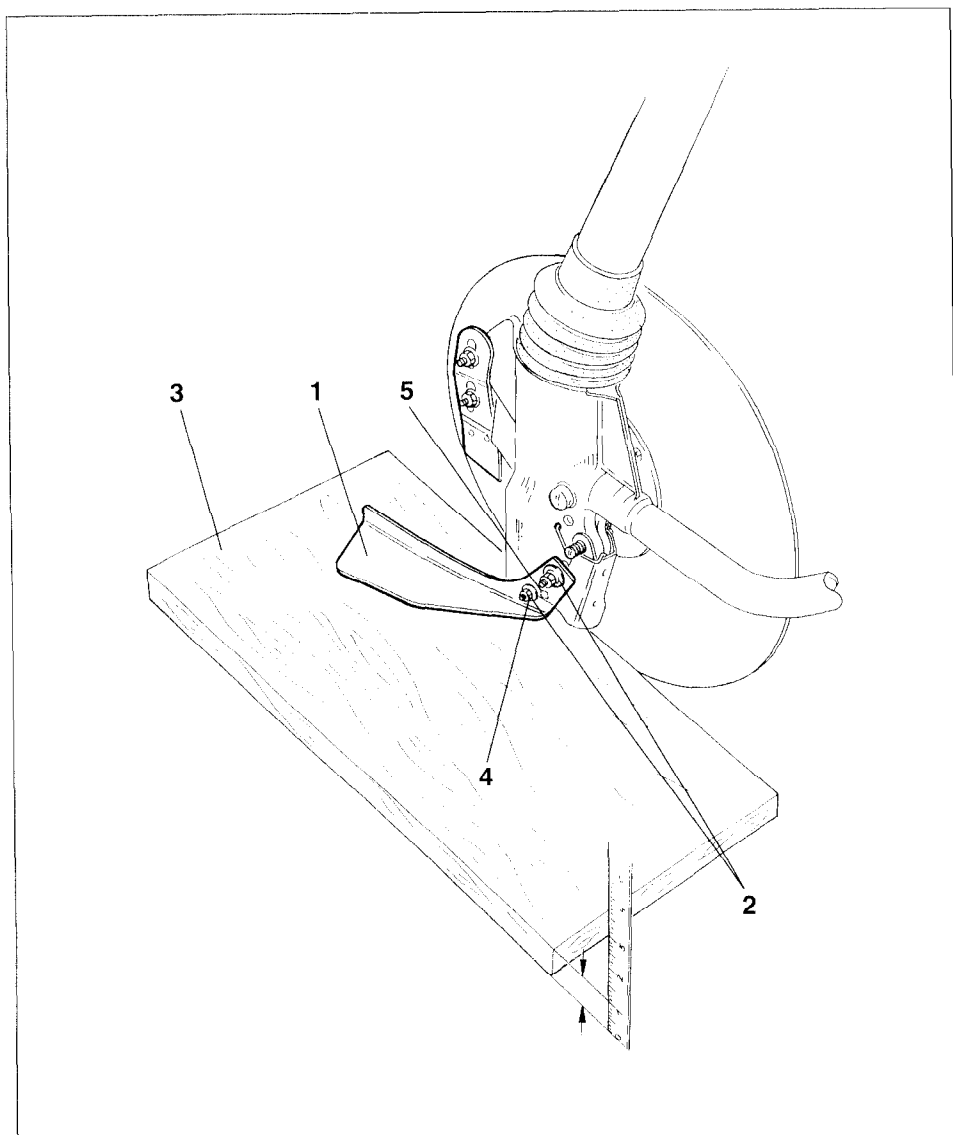

Fig. 9.3
Rollschare sind mit Tiefenbegrenzern (Fig. 9.3/1) ausgerüstet, damit die gewünschte Ablagetiefe des Saatgutes exakt eingehalten wird. Werkseitig sind die Tiefenbegrenzer auf eine Ablagetiefe von 2,5 cm auf mittleren Böden eingestellt. Um geringfügig tiefer abzulegen, ist der Schardruck nach Pkt. 9.1 zu erhöhen.
Wird die gewünschte Ablagetiefe durch Verändern des Schardruckes nicht erreicht, sind die Tiefenbegrenzer (Fig. 9.3/1) aller Rollschare gleichmäßig zu verstellen.
Nehmen Sie ein Distanzbrett (Fig. 9.3/3) als Einstellhilfe zur Hand. Serienmäßig sind die Tiefenbegrenzer mit einem 1,2 cm starken Distanzbrett eingestellt, was in etwa einer Ablagetiefe von 2,5 cm auf mittleren Böden entspricht. Bei gleicher Ablagetiefe ist, z.B. für schwerere Böden, ein 2 cm starkes Distanzbrett zu verwenden. Stellen Sie alle Tiefenbegrenzer nacheinander wie folgt ein:
- Skt.-Schrauben (Fig. 9.3/2) lösen.
- Distanzbrett (Fig. 9.3/3) unter die Gleitkufe (Fig. 9.3/1) des Tiefenbegrenzers legen.
- Gleitkufe auf das Distanzbrett drücken und Skt.-Schrauben (Fig. 9.3/2) festziehen.
In Extremfällen kann die Gleitkufe sogar tiefer stehen als die Rollscharscheibe. Dazu muß die kleinere Skt. Schraube (Fig. 9.3/4) im zweiten Loch (Fig. 9.3/5) befestigt werden.